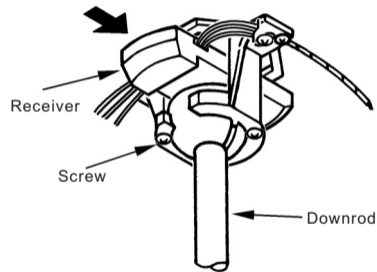

Fig.15
Paso 1. Instale el receptor en la abrazadera de montaje, el lado plano debe quedar hacia arriba.(Fig.15)